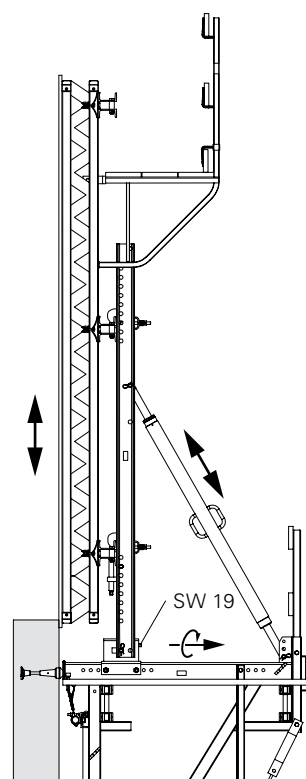

Fig. B2.05d
7. Ruotare la slitta (16.2) del dispositivo di posizionamento con cassaforma verso la parete, Ch 19. (Fig. B2.05d)